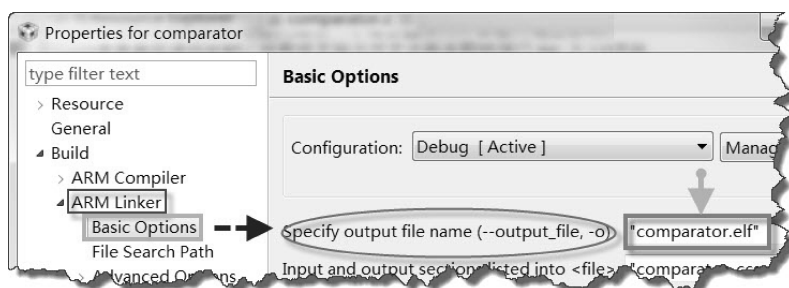

图 6-7 将编译生成的可执行文件改为 .elf 格式
② 将 CCS6 编译产生的可执行文件改为 .elf 格式，如图 6-7 所示。